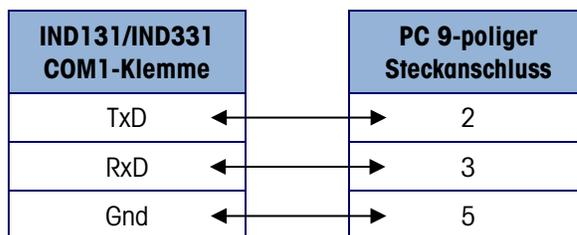

Abbildung 4-11: Verdrahtung des seriellen Kabels
4. Führen Sie ein serielles Kabel, das wie in Abbildung 4-11 dargestellt konfiguriert wurde, vom PC zum Terminal.